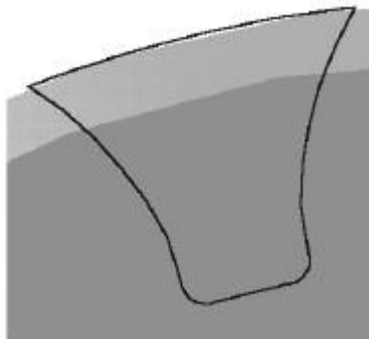

Рис. 6
26. Викличте команду **Скругление**  і виконайте спряження ліній профілю ніжки з колом западин радіусом рівним **0.2*m** (рис. 6).